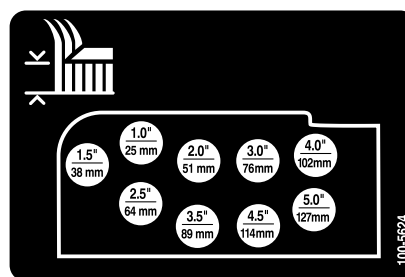

Figura 17
- Montate le catene dell'altezza di taglio nel foro dell'altezza di taglio desiderata usando il perno con testa e la coppiglia (Figura 17).